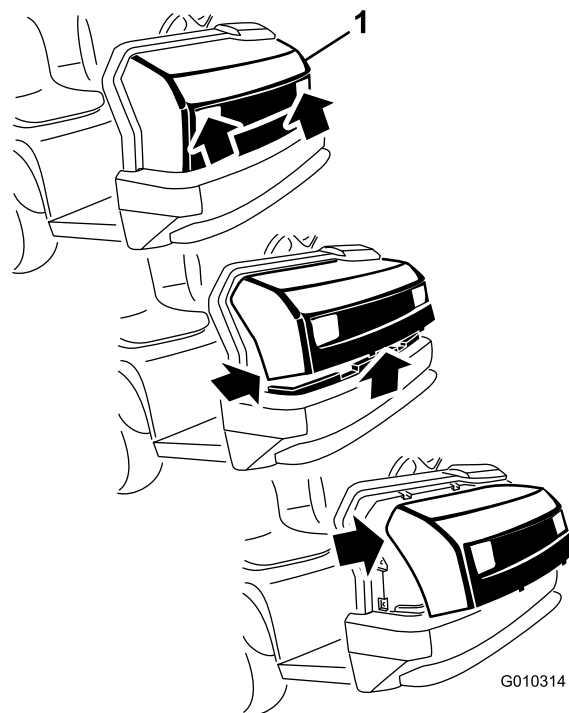

Figura 45
2. Ruotate verso l'alto la parte inferiore del cofano in modo da estrarre le linguette di montaggio superiori dalle fessure del telaio (Figura 45).
3. Ruotate in avanti la parte superiore del cofano e staccate i connettori a filo dai fari (Figura 45).
1. Afferrate il cofano dalle aperture dei fari, sollevatelo per sganciare le linguette di montaggio inferiori dalle fessure del telaio (Figura 45).
2. Inserite le linguette di montaggio superiori nelle fessure del telaio (Figura 45).
3. Inserite le linguette di montaggio inferiori nelle fessure del telaio (Figura 45).